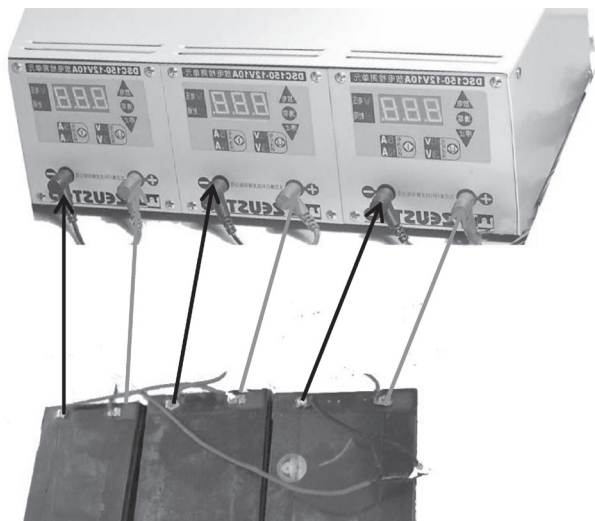

图 6-6 用三路蓄电池修复仪检测
经检查,该组各单体蓄电池外观无变形、漏液完好如新,每只蓄电池单格电解液不发黑,也不混浊,但蓄电池内无流动电解液,表明有修复价值。接着向蓄电池内加入蒸馏水静置 24h 并充足电,按图 6-6 所示将开关放至“检测”挡并按下启动键,使各单体蓄电池按 6A 电流放电(该蓄电池额定容量为 18Ah,以 6A 电流放电,放电时间应换为 180min),放电时间均在 108min 左右,实际容量为额定容量的 60%,但各单体蓄电池放电时间最多与最少相差不到 6min,表明该组蓄电池有修复价值。
于是加注修复液或电解液静置 10h 后,将各单体蓄电池按图 6-6 所示的方法接好,将开关拨至“修复”位置,按下启动键修复 10h 后,放电检测容量都恢复到 75%,于是又进行 2 次修复,蓄电池容量可恢复到 90%。将蓄电池组装复,用随车充电器进行充电 8h 后,充电器绿色指示灯开始点亮,电动骑行 20km 仍有较强动力输出。
① 在给被放电的蓄电池组充满电后，将 4 只单体蓄电池按图 6-6 所示的方法分别与放电仪上的 4 路输入端相连（要注意极性，即单体蓄电池的正极与放电仪上的红色接线柱相连，负极与放电仪上的黑色接线柱相连）。